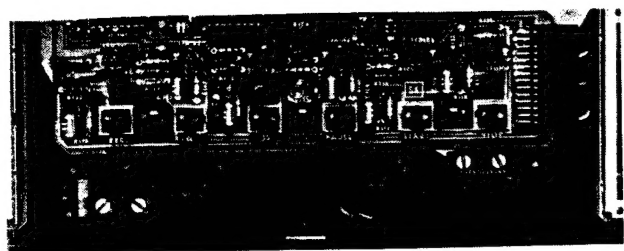
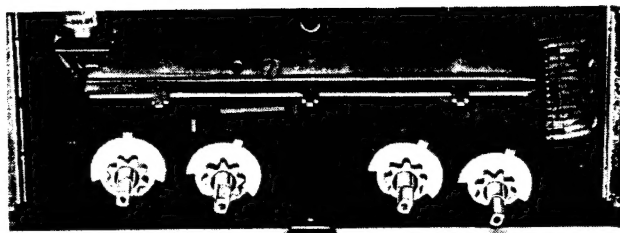

Abb. 4 Schalterachsen ein- und ausbauen
Abb. 5 Schalterachsen ein- und ausbauen
Einbau: (Abb. 4, Abb. 5)
- Ansteuerschieber so verschieben, wie Abb. 4 zeigt.
- Achsen so einstecken, wie Abb. 5 zeigt.